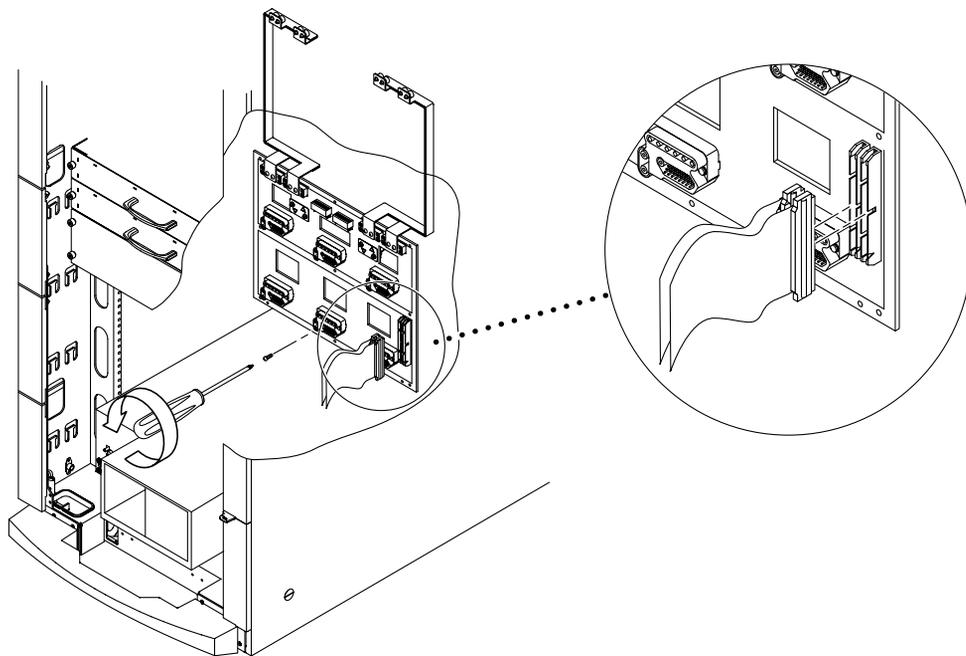

図 11-11 センタープレーンケーブル — Sun Fire E6900 システム
- c. 電源センタープレーンとファンセンタープレーンを接続しているシステムケーブルを外します (図 11-11)。
3. 次の手順で、センタープレートケーブルを接続します (図 11-11)。